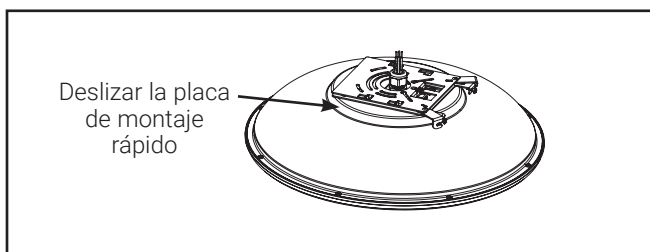

Figure 2
2. Deslice la placa de montaje rápido hacia adelante, hasta que dicha placa se desenganche del alojamiento (FIG. 2).